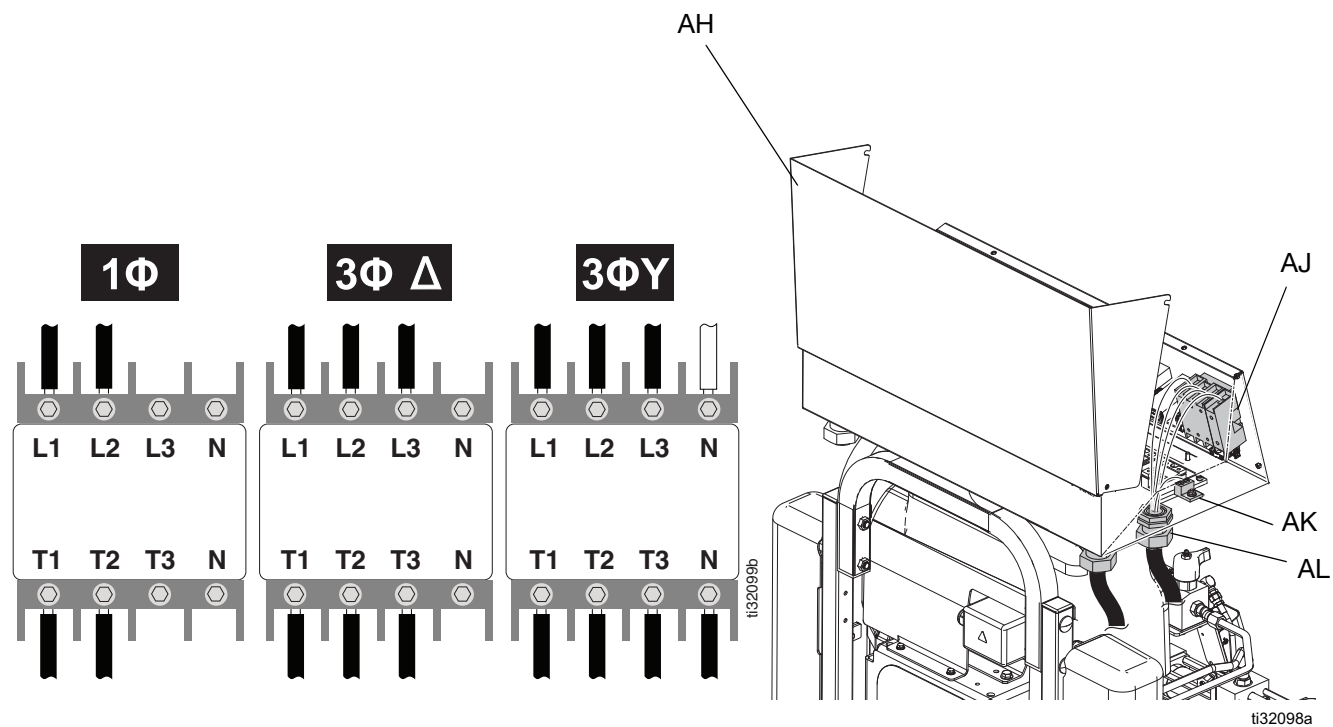

図 8: 引込み電源配線を接続
- ボルト(BH)を緩め、ドアを上を持ち上げて、電気エンクロージャのドア (AH)を開きます。図 8 を参照してください。
- 電気エンクロージャ (C) 中の電源入口コードグリップ(AL)に電源ケーブルを配線します。コードグリップ (AL)を締め付けます。図 8 を参照してください。
- 図 8 を参照してください。55 インチポンド (6.2 N・m) のトルクで締めます。すべての接続部分を、適切に固定されているか確認するため、そつと引っ張ります。
- 230V、1 相:** 5/32 または 4 mm 六角レンチを使って、2 つの電源リード線を L1 と L2 に接続します。緑を接地つまみ (AK) に接続します。
- 230V、3 相:** 5/32 または 4 mm 六角レンチを使って、3 つの電源リード線を L1、L2、L3 に接続します。緑を接地つまみ (AK) に接続します。
- 次の図 8 を参照してください。電気エンクロージャのドア (AH)を閉めて、ボルト (BH)を締め付けます。